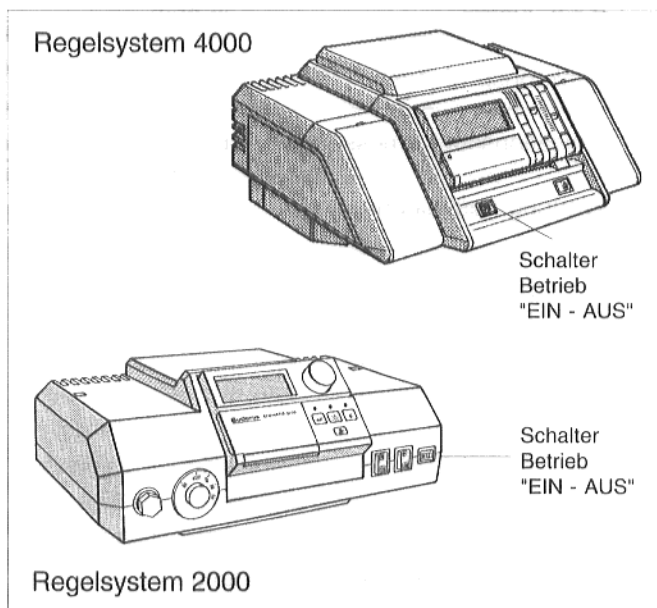

Abb. 28: Regelsysteme 4000 und 2000
- Schalter Betrieb (Abb. 28) in Stellung 0 (AUS) stellen.